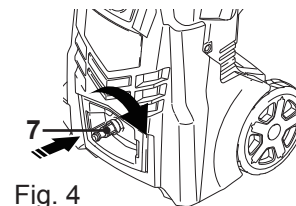

Fig. 4
4. Rosque el racor de entrada para manguera de agua (7) a la toma de agua (5) de la máquina (Fig. 4).